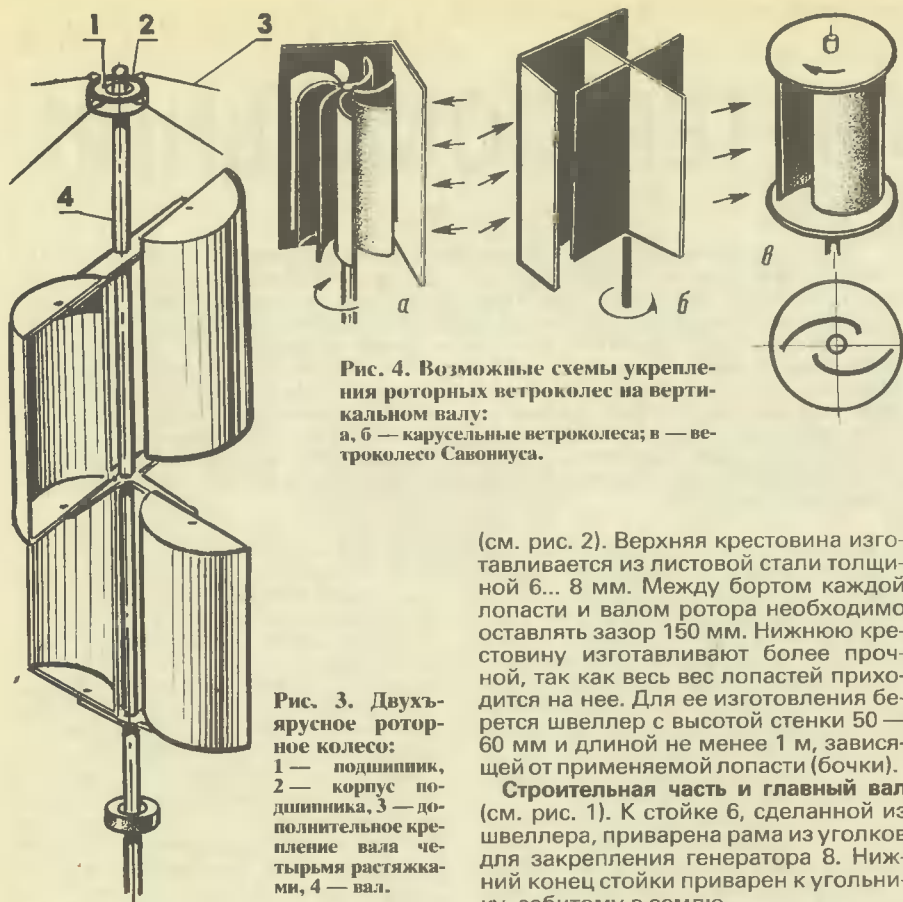

Рис. 4. Возможные схемы укрепления роторных ветроколес на вертикальном валу:
3. Ветроколесо Савониуса (рис. 4, в). Оно развивает меньшее число оборотов, чем двухлопастное колесо. Коэффициент использования ветровой энергии не превышает 12%. В основном применяется для привода поршневых насосов.
4. Карусельное ветроколесо (рис. 4, а, б) — самая простая конструкция. Это ветроколесо развивает малые обороты, имеет низкую удельную мощность. КПД его — до 0,1.